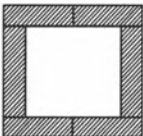

Рис. 66. Порядовка коптильни
6. Коптильня выкладывается по порядовке (рис. 66) так же, как и камин, но основанием в этом случае служит постамент из цементных стеновых блоков. Главное — обеспечить разницу между выходом дымовой трубы из ка-